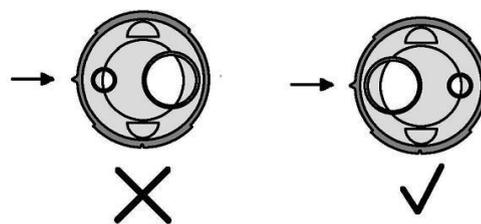

Abbildung 2
2. Prüfen, ob die dreieckige Lasche der Kappe der Applikatorspitze sich direkt über der größeren Öffnung befindet (Abbildung 2). Wenn nicht, den Schaft der Applikatorspitze festhalten und die Kappe drehen, bis sich die Lasche über der größeren Öffnung befindet. Eine unsachgemäße Positionierung der Projektion im Verhältnis zum großen Port wird verhindern, dass die Applikatorspitze mit der Spritze verbunden wird.